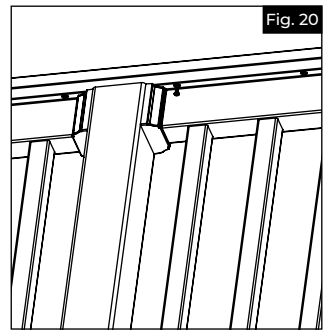

Fig. 20
- Enfoncer des vis no 10 x $\frac{3}{4}$ po (19 mm) vers le haut à partir du dessous de la traverse en les centrant à travers les trous oblongs jusque dans la planche de terrasse (Fig. 20).